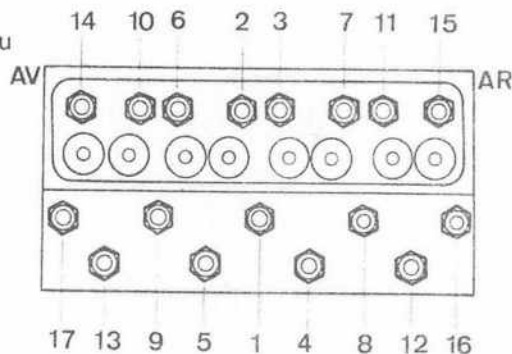

fig.11
- Opérer vis par vis dans l'ordre indiqué [fig. 11].